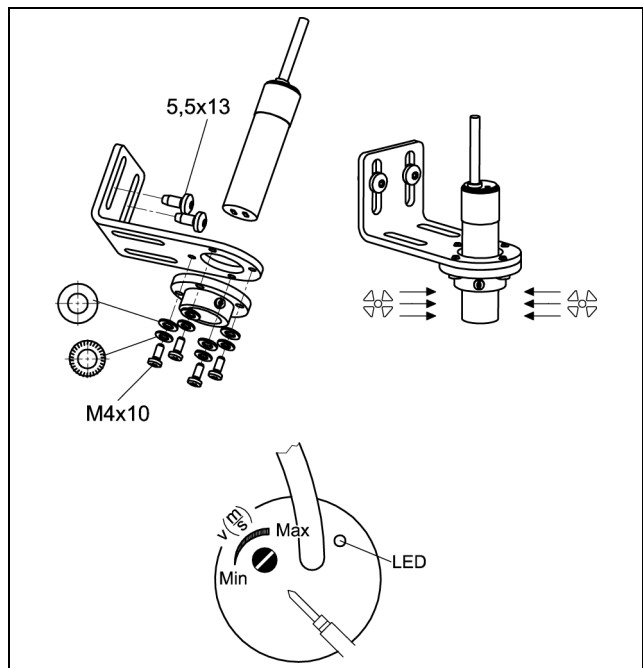

Abb. 2: Montage des Sensorfühlers
- Montieren Sie zunächst den im Lieferumfang beigelegten Winkel am Sensorfühlerhalter (Abb. 2).